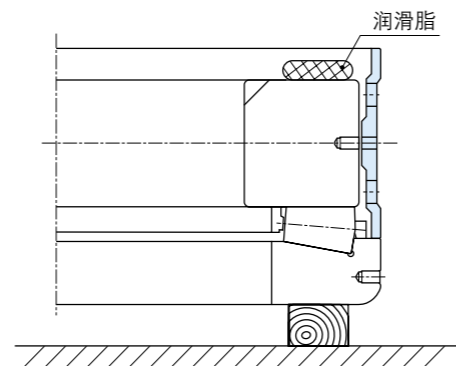

图 3.41
(4) 将全面薄涂润滑脂的外隔圈放于外圈端面（挡边）上（见图 3.41）。